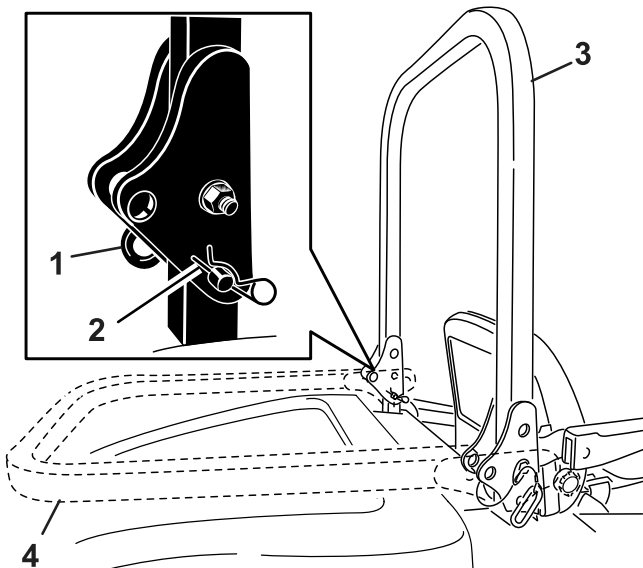

Figura 23
2. Con la barra antivuelco en la posición elevada, retire las chavetas y los 2 pasadores (Figura 23).